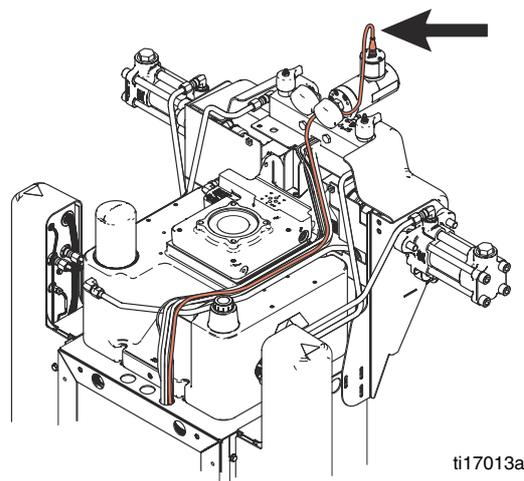

FIG. 2: Tendido del cable de datos del flujómetro
8. Tienda el cable de datos del flujómetro como se muestra en la FIG. 2.
Si el cable de datos es para el lado A (Rojo) del flujómetro, conéctelo al puerto 1 del FCM. Vea la FIG. 2.
Si el cable de datos es para el lado B (Azul) del flujómetro, conéctelo al puerto 2 del FCM. Vea la FIG. 2.